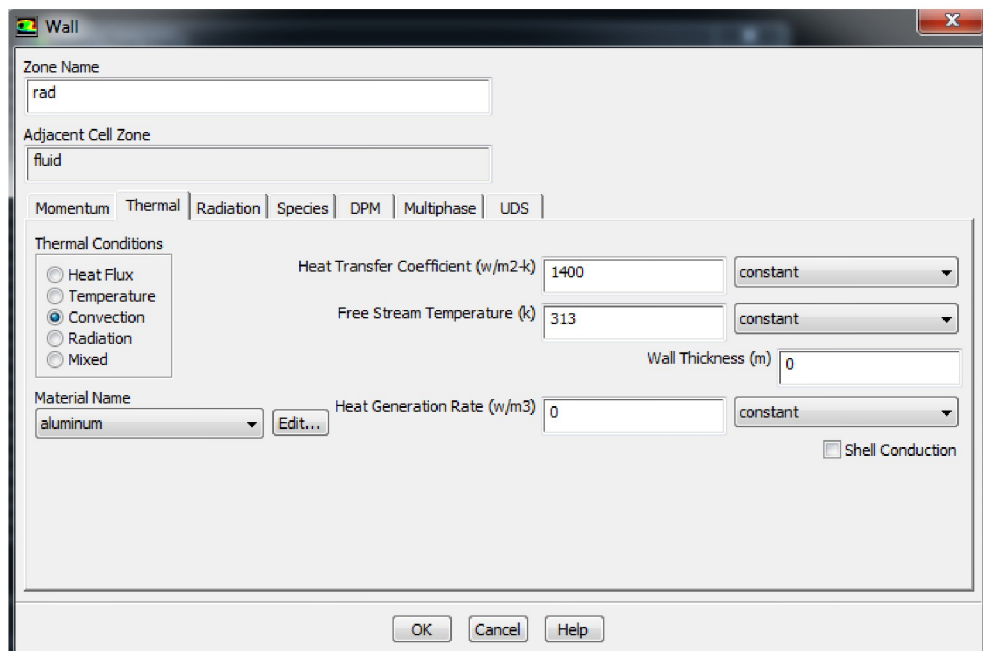

Рисунок 104 – Меню настройки граничного условия *rad*
- c. Настройка граничных условий для трубок и пластин радиатора (RAD) осуществляется следующим образом (рисунок 104):